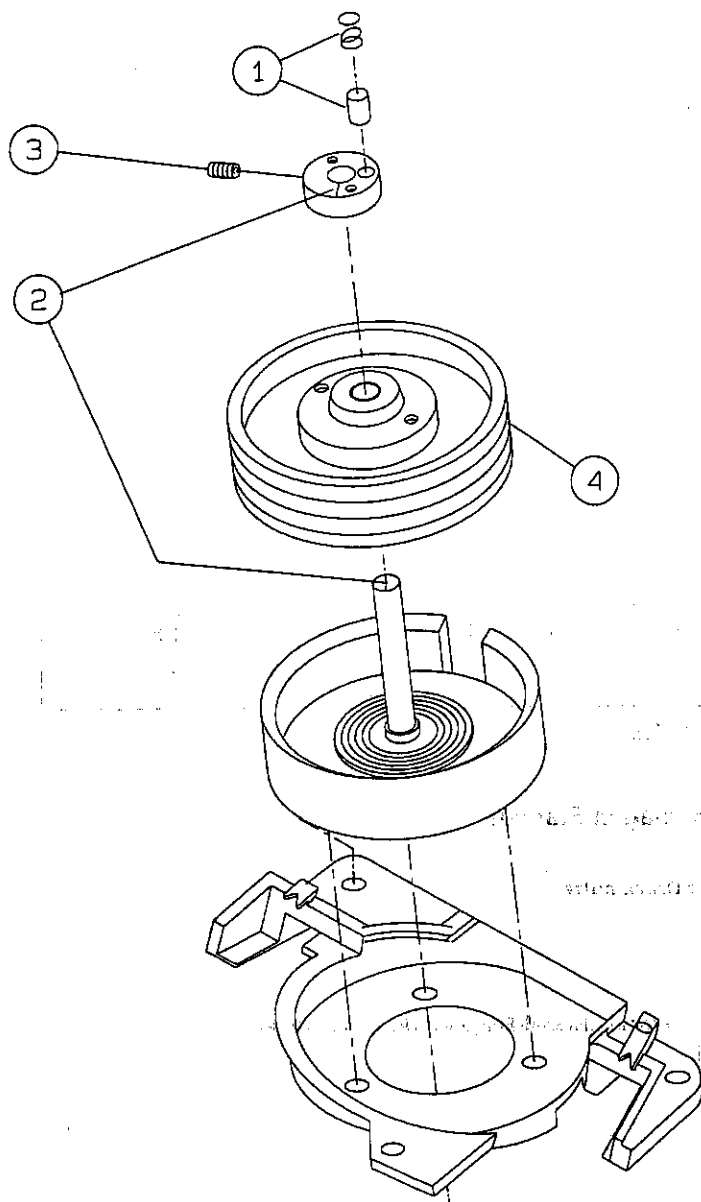

Abbildung 4-45.
3. Die Vorspannungsmuffe wieder in die beim Ausbau markierte Position bringen. (Für die Einstellung siehe Abb. 4-45.)